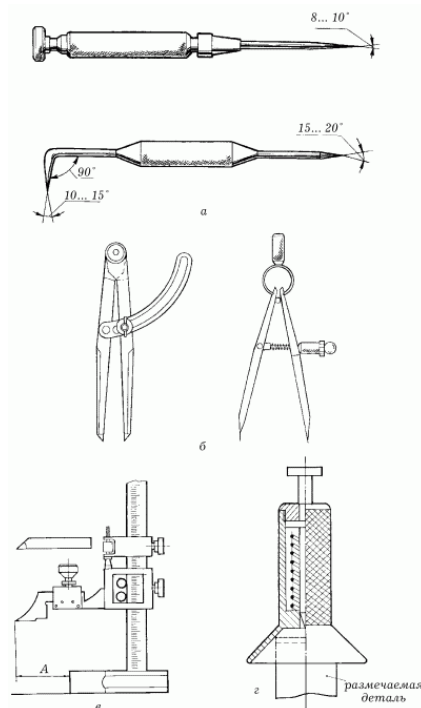

Рис. 2. Разметочные инструменты: а – чертилки; б – циркули; в – штангенрейсмус; г – кернер-центроискатель.
Чем серьезнее и ответственнее относится слесарь к своей работе, тем полнее у него набор разметочных инструментов и приспособлений (рис. 2).
*Чертилки* (рис. 2, а) изготавливаются из инструментальной стали повышенной твердости марок У10 и У12. Это простейшие и наиболее распространенные инструменты, которые применяются для разметки. Прямая круглая чертилка – это стальной стержень диаметром 5–6 мм и длиной до 200 мм, один конец которого заточен под углом приблизительно 10°. Удобно пользоваться чертилкой со вставной иглой. Ее несложно изготовить из отвертки со сменным жалом. Вместо отвертки в рукоятку нужно вставить остро заточенный и закаленный стальной стержень.
Для деления прямых линий, углов, окружностей, для построения перпендикуляров в слесарном деле применяются *разметочные циркули* (рис. 2, б).
Разметочные линии на вертикальных поверхностях заготовок удобно наносить *штангенрейсмусом* (рис. 2, в).
*Кернер-центроискатель* (рис. 2, г) может применяться только для того, чтобы отыскать центр на торце цилиндрической детали, например, вала. Его нужно установить на торец детали и выровнять так, чтобы он принял вертикальное положение. Ударив по головке кернера молотком, можно получить отметку центра вала.